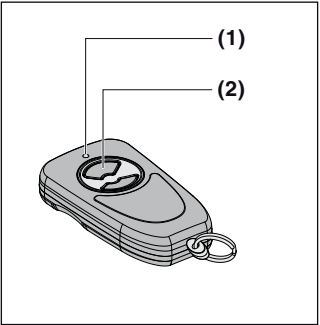

Fig. 1
2 Gerätebeschreibung (Fig. 1)
4.2 Den Handsender verwenden (Fig. 1)
- Die Taste (2) am Handsender drücken. Die mit der Taste verbundene Funktion (z. B. Tor auf / zu) wird ausgeführt.